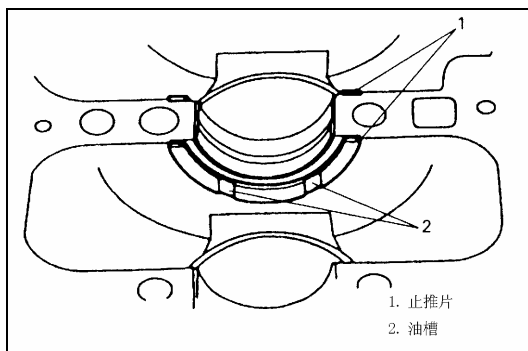

Рис. 4-77.
2). Установить упорные шайбы со стороны второго и третьего цилиндров. Сторона со смазочной канавкой должна быть обращена в сторону колена коленчатого вала, Рис. 4-77.